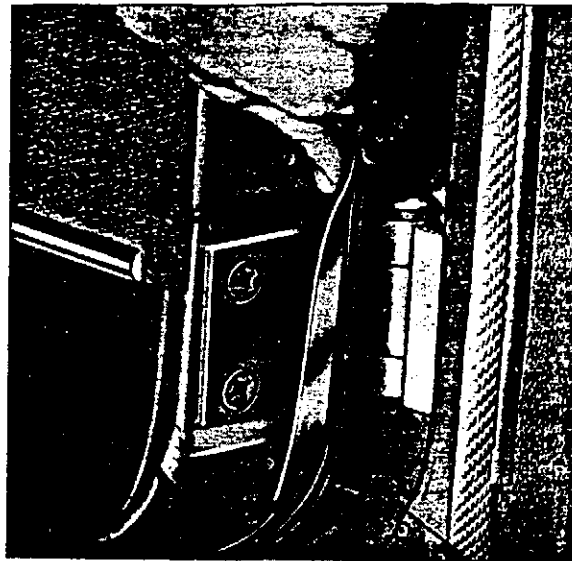

Abb. 15 Blech über dem Scharnier, früh. Ausf.
2. Die vier versenkten Schrauben, welche die Tür am oberen und unteren Scharnier halten, lösen. Hierbei muß die Dichtungsleiste der Tür verschoben werden, so daß die Scharnierschrauben erreichbar werden. Bei älteren Fahrzeugen mit geleiteten Leisten sind hierzu die beiden Bleche über den Scharnieren, auf denen die Leiste aufgeklebt ist, zu lösen und vorsichtig zur Seite zu ziehen, siehe Abb. 15. Die Gummileiste darf sich nicht von Blech und Tür lösen.